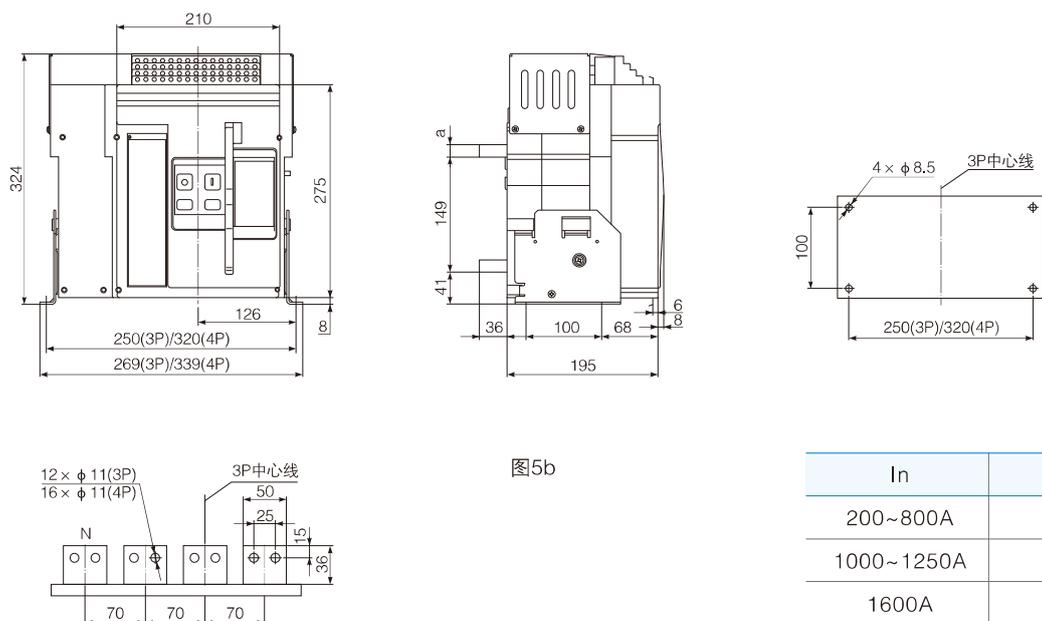

图5b
• CFW45-1600固定式断路器安装尺寸、外形尺寸图(见图5b)